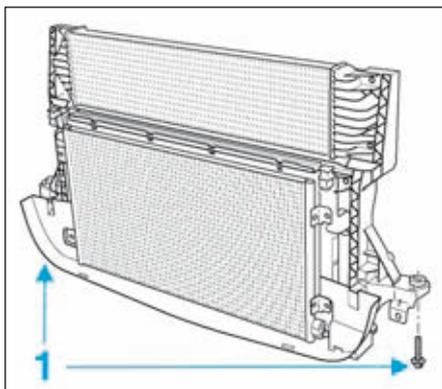

FIG.137
- Déposer les vis de fixation (1), puis les motoventilateurs (Fig.137).